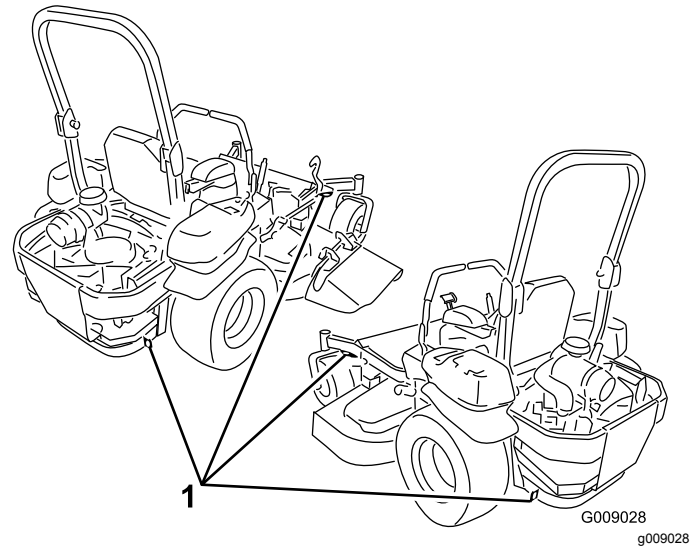

Figura 37
5. Utilize os pontos de fixação metálicos na máquina para prendê-la com segurança ao atrelado ou camião com cintas, correntes, cabo ou cordas (Figura 37).